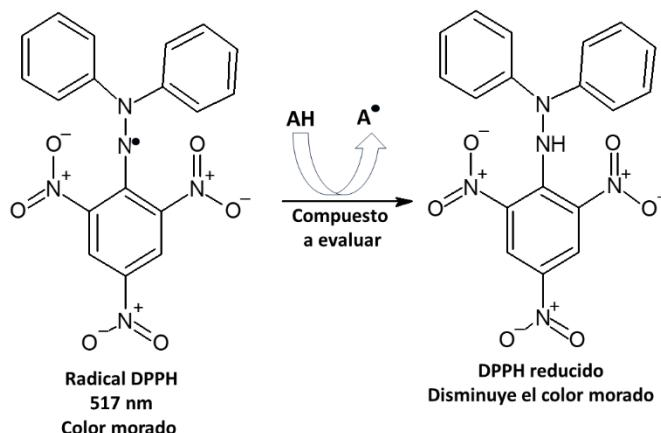

Figura 1. Reacción química entre el radical DPPH y el compuesto o extracto a evaluar en donde se reduce el DPPH.
El 2,2- Difenil-1-picrilhidrazil (DPPH) es un radical libre estable el cual se emplea para evaluar la actividad antioxidante de diversas sustancias como; alimentos, compuestos químicos, extractos de plantas etc (1). En este ensayo se determina si el compuesto a evaluar (AH) tiene la capacidad de donar un electrón y estabilizar al radical libre DPPH con base en la reacción de la Figura 1 (2).